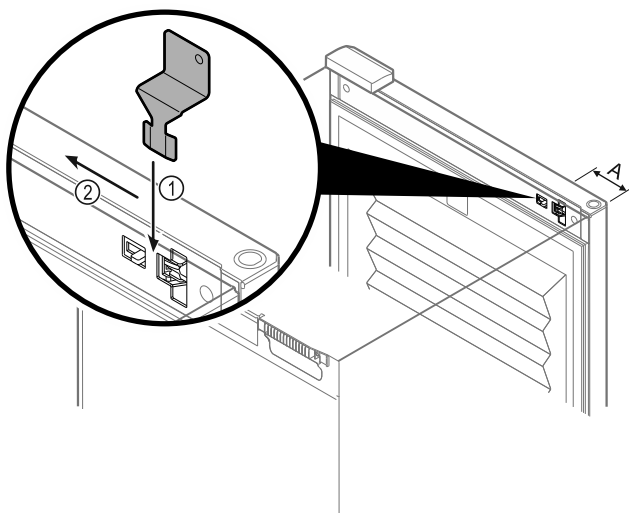

Fig. 146
- ▶ Noodontgrendelingssleutel in voorgeschreven positie positioneren Fig. 146 (A) $\approx$ 100mm.
- ▶ Noodontgrendelingssleutel tussen deur en apparaat er van boven helemaal insteken Fig. 146 (1).
- ▶ Noodontgrendelingssleutel richting scharnierzijde trekken Fig. 146 (2).